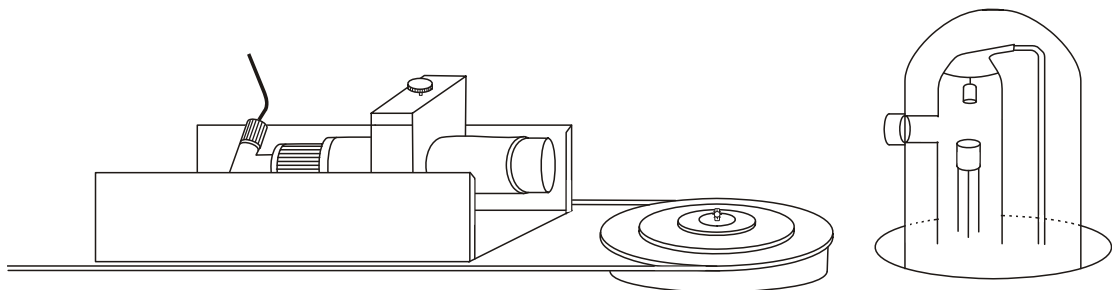

Fig. 3 Montaggio del contatore di Geiger-Müller nel braccio di misurazione
- Inserire il supporto contatore nel caricatore diapositive situato nel braccio di misurazione e fissarlo con i morsetti a molla (vedere la Fig. 3).